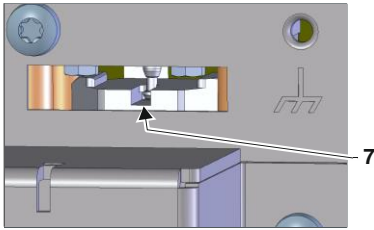

Fig. 29: Contrôle visuel de l'orientation de la rainure
- Orienter la rainure du raccord afin de pouvoir sortir la bielle → Fig. 29
- Orienter la rainure du raccord afin de pouvoir introduire la bielle (marquage 7 → Fig. 29).
→ Fig. 29.